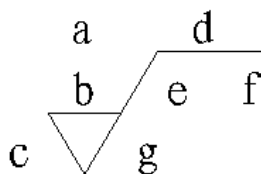

图 6.6.20 表面粗糙度参数
- **符号布局(M)** 区域: 用于设置表面粗糙度的有关数值; 图 6.6.20 所示各个字母分别与该区域的文本框对应, 读者根据需要在对应的文本框中输入参数。